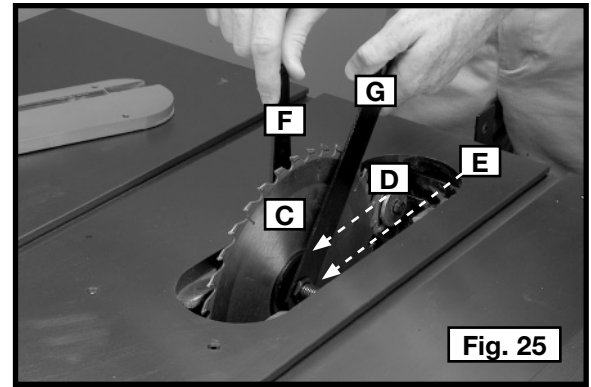

Fig. 25
1. Eleve el eje de la hoja de la sierra a la altura máxima. Acople la hoja (C), Fig. 25, al eje de la sierra con los dientes de la hoja apuntando hacia el frente de la mesa (Fig. 25). Acople la brida (D) y la tuerca del eje (E) al eje de la sierra. Ajuste la tuerca del eje (E) manualmente con la hoja contra la brida interna de la hoja.
2. Coloque la llave de boca (F), Fig. 25, en los planos del eje de la sierra y ajuste la tuerca del eje (E) con la otra llave (G). Gire la tuerca del eje en el sentido de las agujas del reloj.